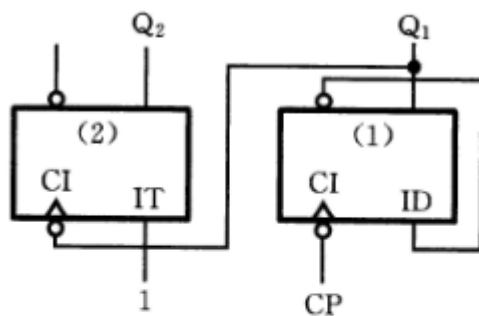

图 6.39 逻辑电路
- 请在Logisim上实现习题6.4的电路（图6.39），并验证该电路的功能。
6.4 分析图 6.39 所示脉冲异步时序逻辑电路，作出时间图并说明该电路逻辑功能。